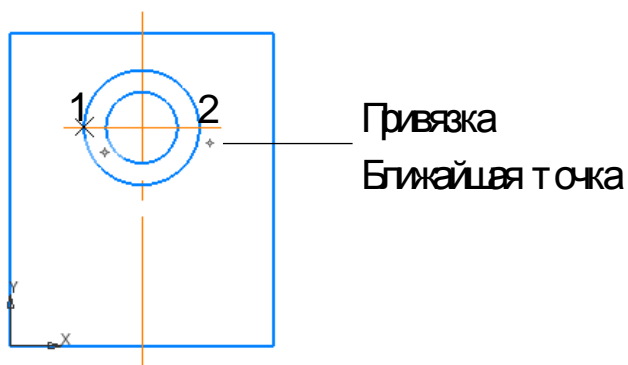

Рисунок 5
- Укажите точки 1 и 2 на горизонтальном диаметре большой окружности, используя привязку Ближайшая точка. (рисунок 5)